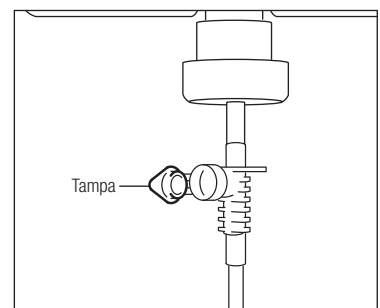

Fig. 12
- 5) Abra a tampa para deixar entrar ar na garrafa (Fig. 12).